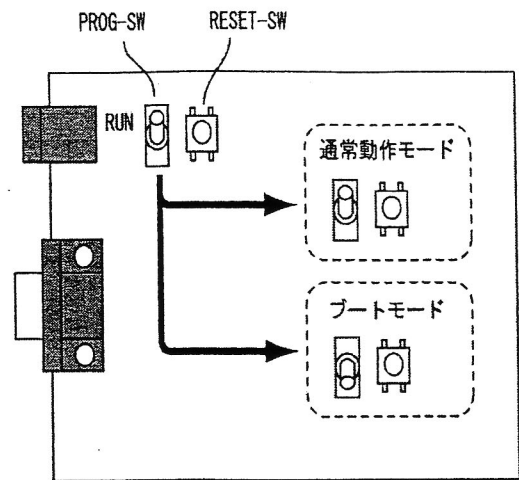

図 1: ブートモードと通常モード
① H8/3664,3694 モジュールを搭載した LED 電光掲示板ボードと Windows マシンを RS232C 9ピン・ストレートオス-メスのケーブルで接続します。
② LED 電光掲示板ボードに電源を接続し、PROG-SW を下側に倒し、RESET-SW を押してブートモードにします。(図 1 参照)
③ Windows で DOS 窓あるいはコマンドプロンプトを開き、hterm を起動します。